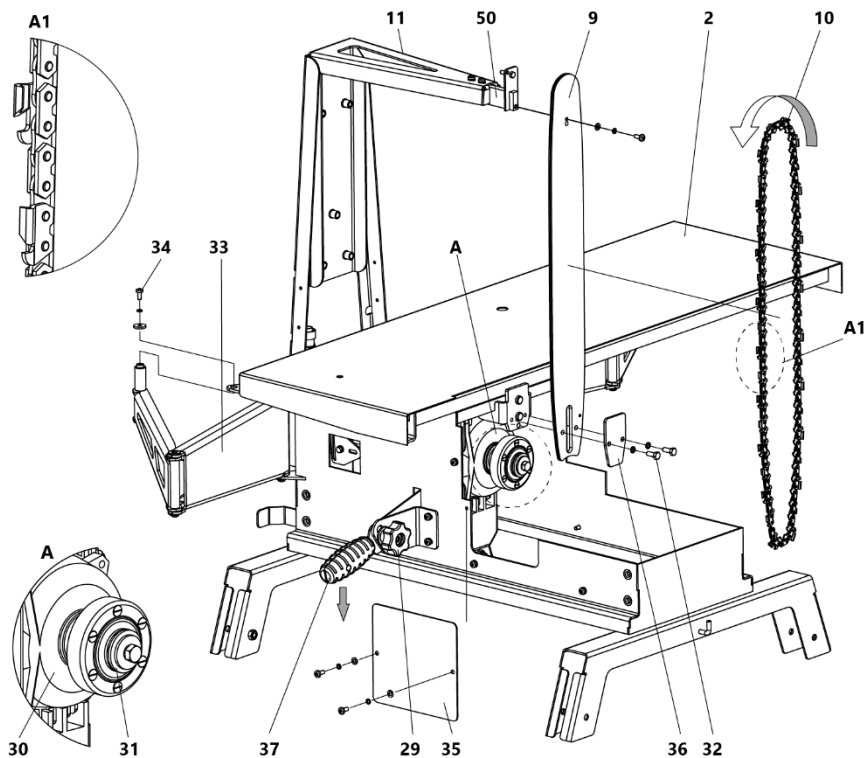

Рисунок 4
Станок представляет собой электромеханическое устройство. В качестве привода используется асинхронный электродвигатель 30 (рис. 4). Вращение от двигателя к режущему инструменту (цепь) передается напрямую. Натяжение цепи осуществляется с помощью ручки 37, перемещая которую происходит подъем/опускание электродвигателя с последующей его фиксацией вручную гайкой-барашком 29.
- Выверните болты 34, приподняв рабочий стол 2, отведите кронштейн 33 в сторону (рис. 4).
- Освободите гайку-барашек 29 крепления двигателя 30 и переместите ручку 37 вниз (по стрелке, рис. 4), тем самым поднимите двигатель вверх.
- произвести демонтаж цепи 10 и шины направляющей 9 (рис. 4, п. 7.1);
Проверка крепления шины направляющей производится подтягиванием болтов 32 (рис. 4).